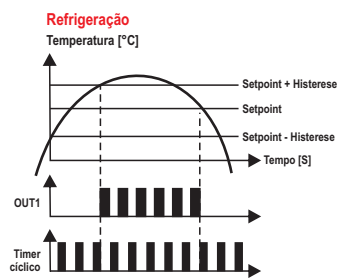

Figura 2
- **1º estágio atrelado ao timer cíclico (timer inicia ligado na energização) (F22=2):** nesta configuração o timer cicla conforme os tempos configurados na F20 () e F21 (). O 1º estágio começa a ciclar quando a temperatura atinge SP1 + F06 (se 1º estágio estiver configurado como refrigeração) ou SP1 - F06 (se 1º estágio estiver configurado como aquecimento), como mostra a Figura 2.